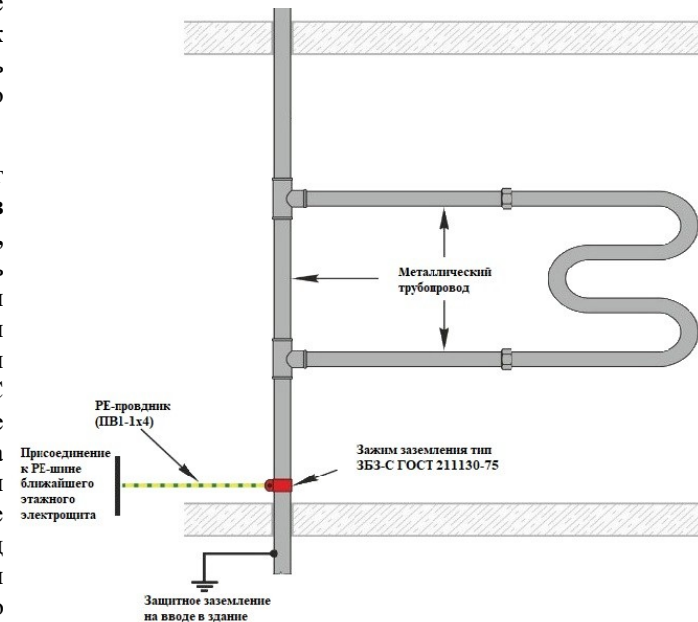

Рис. 3.
1. Если стояк и отводы от него полностью из металлических труб, достаточно соединить надежным контактом (при помощи хомута или приварки лепестка с болтовым соединением) сам стояк ГВС медным проводом сечения не менее 4 мм². Далее от стояка ГВС нужно присоединиться этим проводом к РЕ-шине (Рис. 3) (заземление, провод обозначается желто-зеленным цветом) ближайшего этажного электрощита.